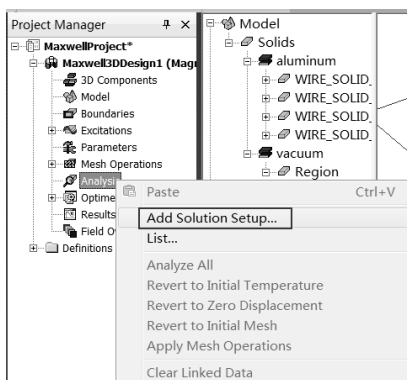
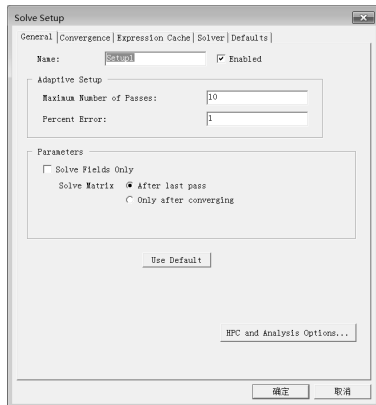

图 19-21 添加一个分析步
图 19-22 Solve Setup 对话框
Step4：添加一个分析步。在 Project Manager 中的 Analysis 选项上右击，在弹出的快捷菜单中选择如图 19-21 所示的 Add Solution Setup 命令，此时会弹出如图 19-22 所示的 Solve Setup 对话框，其中的参数全部采用默认设置，单击“确定”按钮，此时在 Analysis 下会出现一个 Setup1 选项。